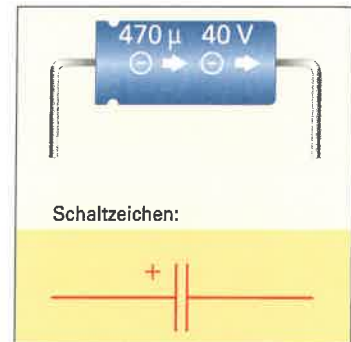

Bild 2: Elektrolytkondensator
5. a) Ergänzen Sie im Bild 2 das Schaltzeichen.